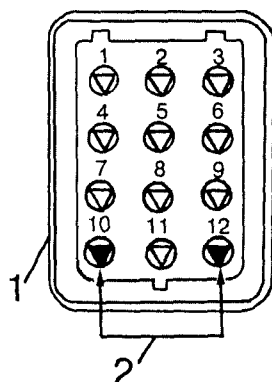

Рис. 122 Диагностический разъем:
- отдельным проводом соединить выводы диагностической розетки согласно рис. 122. Розетка установлена в моторном отделении на щитке передка с правой стороны.